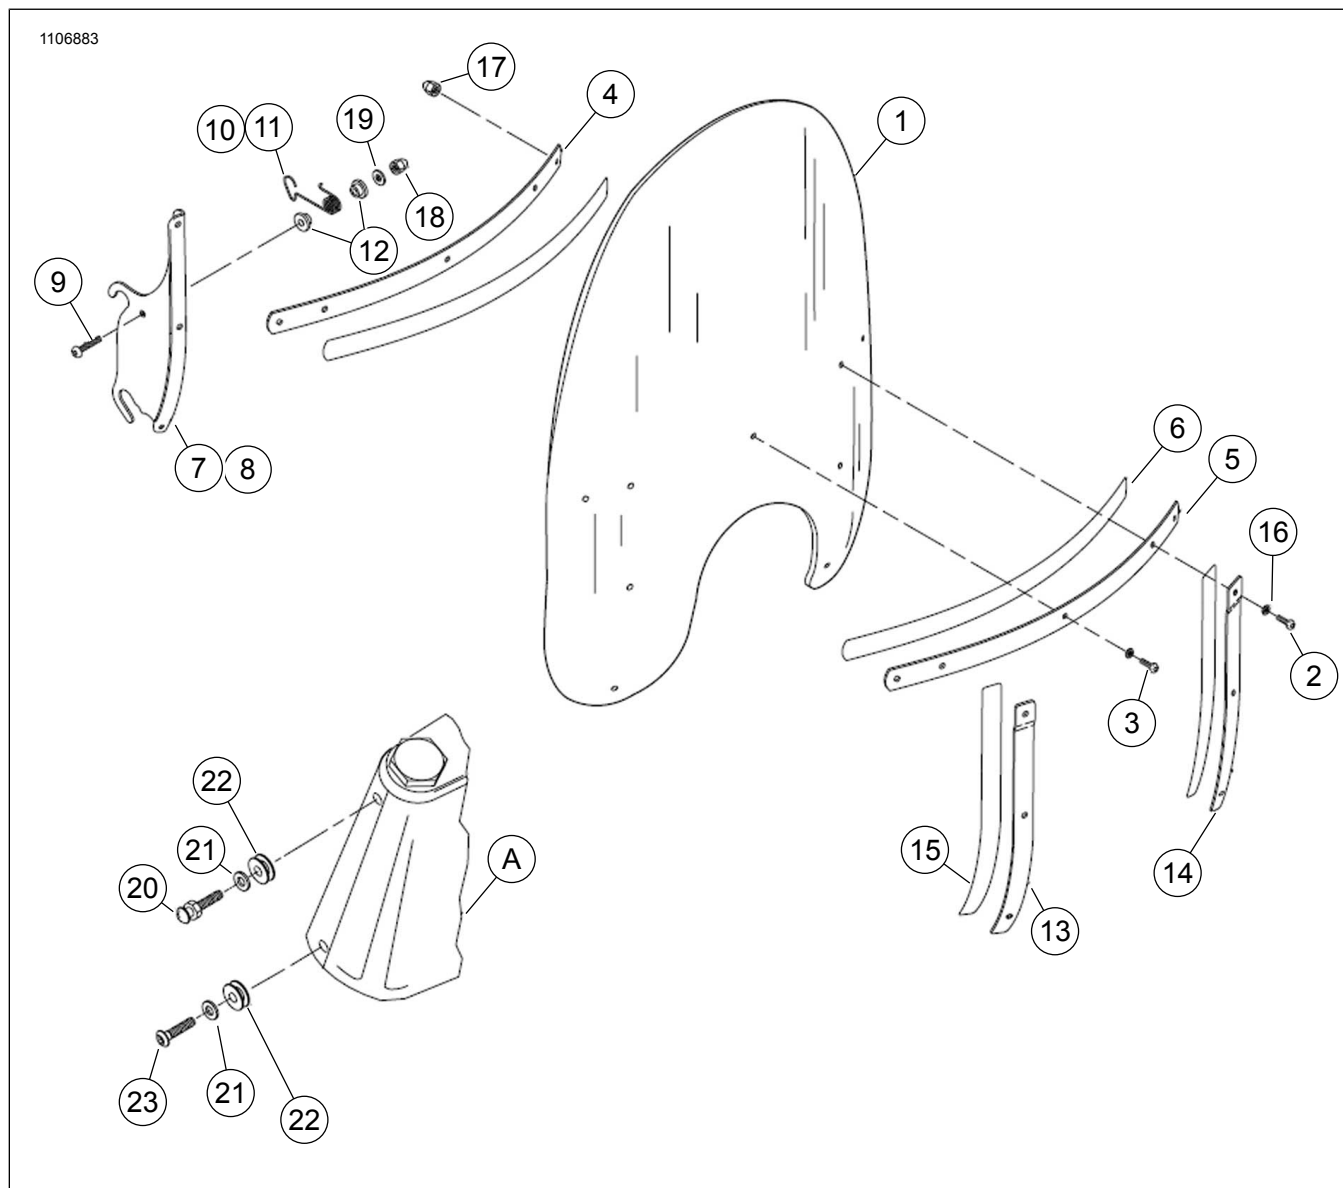

Figura 1. Parti di ricambio: Kit parabrezza
Vedere Figura 1 e Tabella 1.
2. Vedere Figura 1. Fissare le boccole di ancoraggio superiori (22) con la rondella (21) e le viti con testa a fungo (20). Applicare LOCTITE 242 MEDIUM STRENGTH THREADLOCKER ADHESIVE (BLU) (Loctite 242) alle filettature. Serrare. 25,8 N·m (19 ft-lbs)
4. Veicoli dotati di gondola cromata del faro anteriore, fissare la boccola di ancoraggio inferiore (22) usando la rondella (21) e la vite a testa bombata (23). Veicoli dotati di gondola Street Stalker del faro anteriore, fissare la boccola di ancoraggio inferiore (22) usando la rondella (21) e la vite a testa bombata (24).